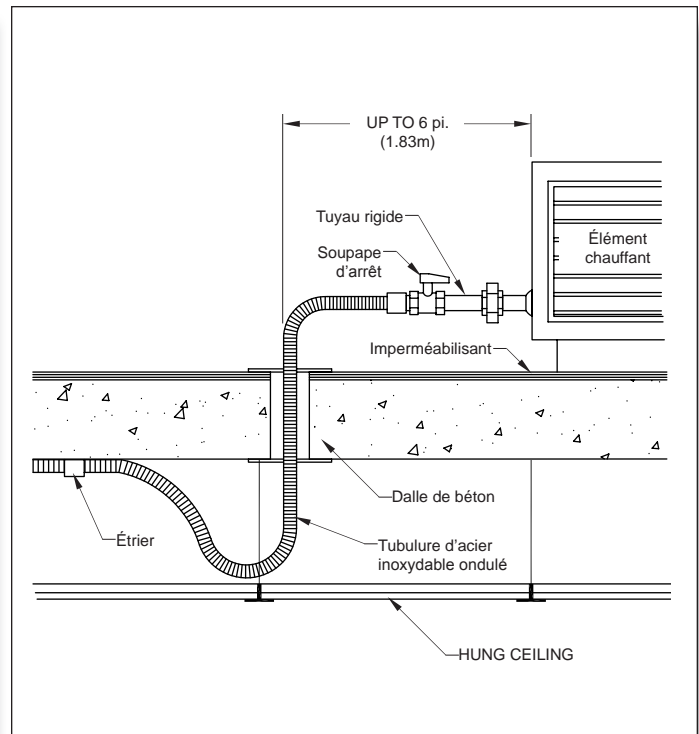
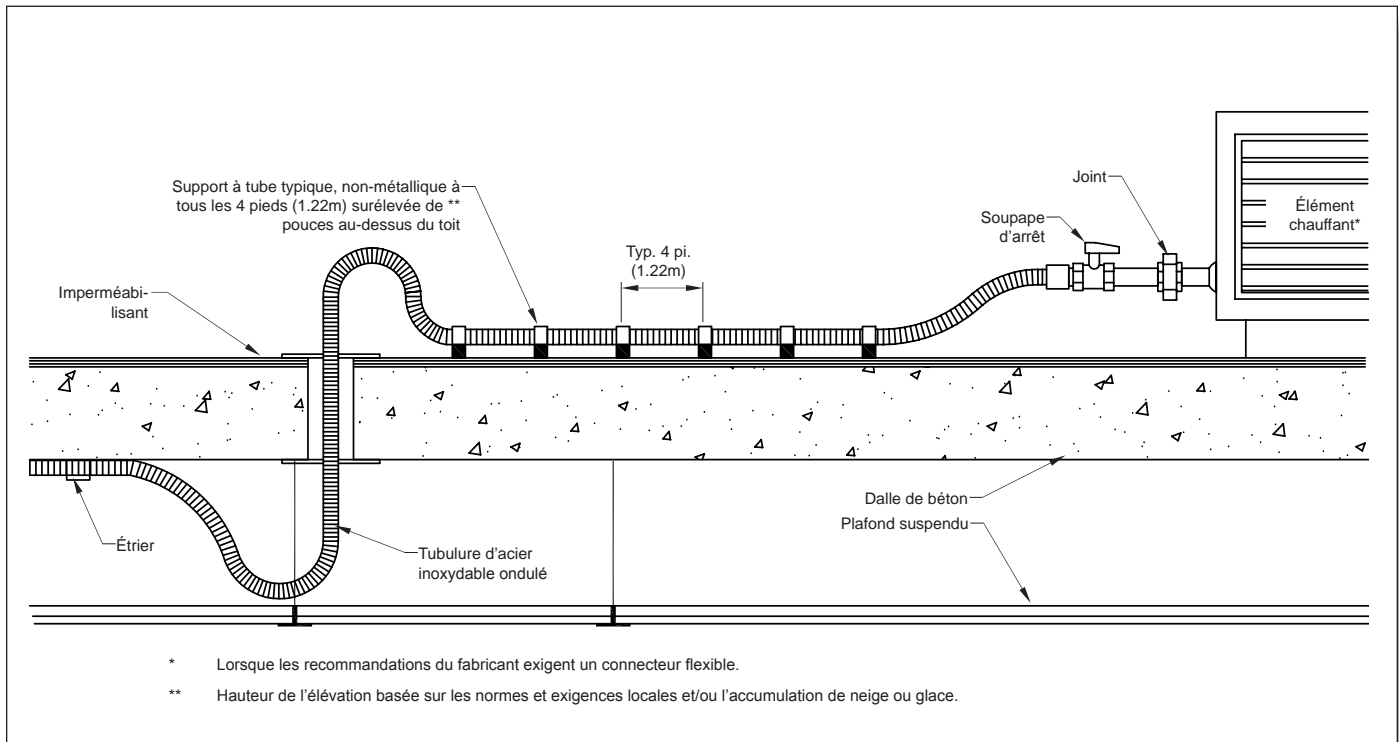

FIG. 4-29 Connexion extérieure (courte) d'équipement monté sur un toit
FIG. 4-30 Connexion Extérieure Longue À Un Équipement
- Aucune protection mécanique particulière des tubes n'est requise pour les raccordements à l'équipement de toiture. Si possible, les pénétrations dans le toit incluront un raccord de terminaison d'extérieur et seront situées à moins de 6 pieds (1.83m) de l'équipement à raccorder, tel qu'illustré dans la **FIG. 4-29**. Les longs tronçons de tuyauterie doivent être soutenus par des blocs non métalliques, à tous les 4 pieds (1.22m) sur leur longueur, à l'extérieur et soulevées du toit (tel qu'illustré dans la **FIG. 4-30**) en respectant les hauteurs déterminées par le code local.